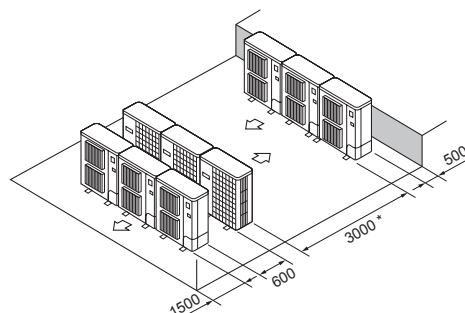

Fig. 2-18
- ⑥ Disposition pour plusieurs appareils parallèles (Fig. 2-18)